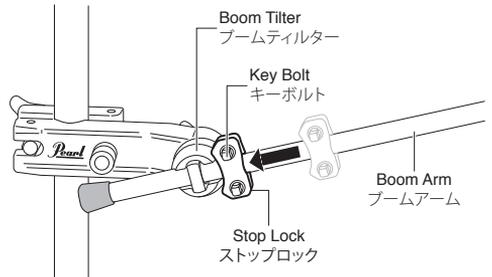

Fig.3 / 図3
3. Next, loosen the Stop Lock's Key bolts and slide the Stop Lock against the Boom Tilter, then tighten to secure into place (Fig. 3).
3. ストップロックのキーボルトをゆるめ、ブームティルターの凹みにはめこみ、ドラムキーでキーボルトをしっかりと締めてください (図 3)。